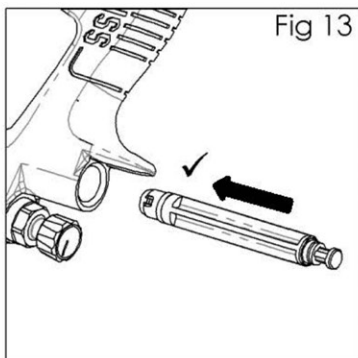

Fig 13
11. Installez le joint avant neuf(18) sur l'outil d'entretien (44). Introduisez-le dans le corps du pistolet et appuyez fermement pour que le joint soit bien engagé. (Voir fig. 13).